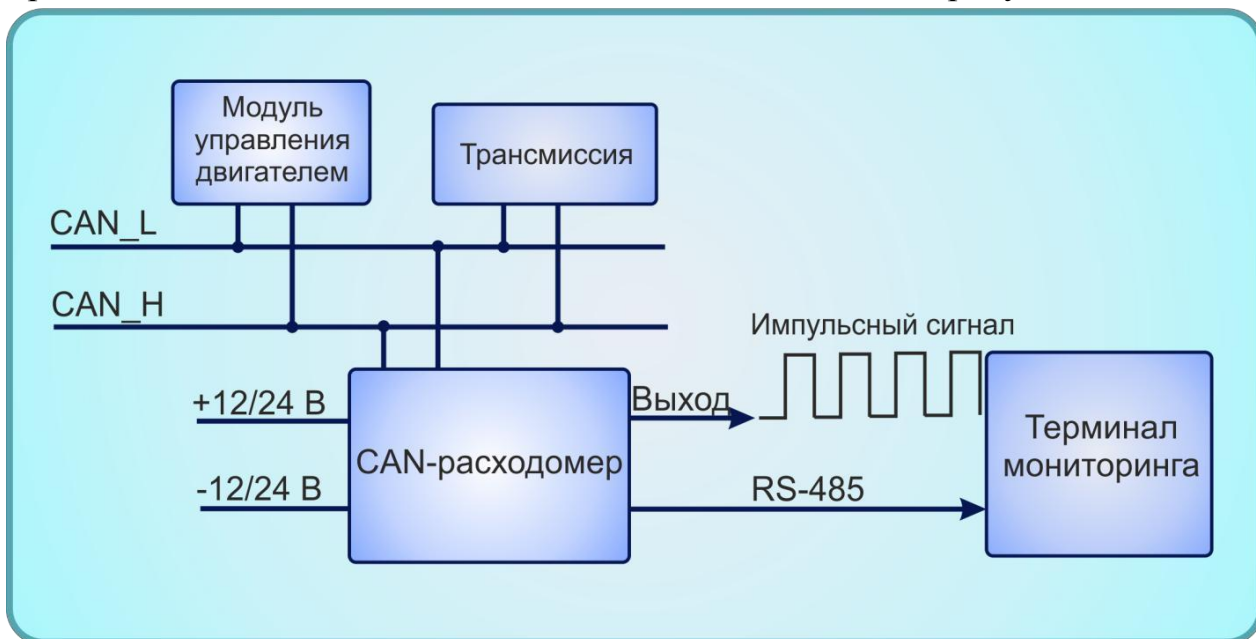
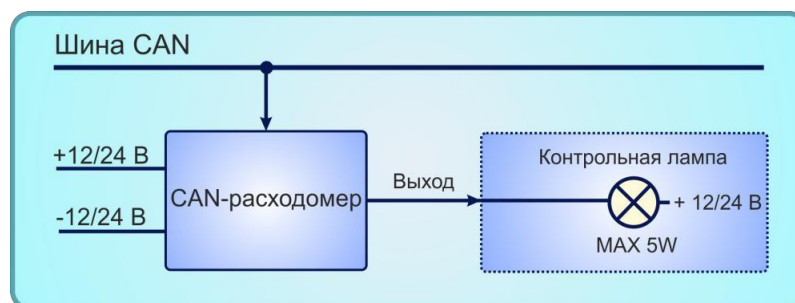

Рисунок 3 – Схема подключения CAN-расходомера
Рисунок 14 – Схема пробника
2) Нет импульсов на импульсном выходе	<p>1. Убедитесь, что запущен двигатель транспортного средства.</p> <p>2. Проверьте, в каком состоянии находится сервисный светодиод:</p> <ul style="list-style-type: none"> • Не горит – проверьте наличие напряжения питания, и что оно находится в диапазоне от +10 до +30 В. При подаче правильного напряжения питания должен загореться сервисный светодиод. Обратиться к производителю оборудования. • Горит постоянно – убедитесь, что CAN-расходомер подключен в соответствии со схемой приведенной на рис. 3. Если подключение верно сервисный диод должен моргать с частотой несколько раз в секунду. Убедиться что выбрана правильная CAN-шина (на автомобиле их может быть несколько) и на ней присутствуют требуемые пакеты данных (необходимо обратиться к соответствующим специалистам). Обратиться к производителю оборудования. • Моргает с частотой несколько раз в секунду. Измерьте напряжение на не подключенном импульсном выходе (фиолетовый провод). Если оно постоянно равно напряжению бортовой сети или 0 В обратитесь к производителю. Если оно равно \approx _____ заглушите двигатель, измерьте напряжение еще раз, если оно равно \approx напряжению бортовой связи, то проверьте ваше оконечное оборудование. Если оно периодически прыгает соберите пробник согласно рис. 14 и подключите к импульсному выходу, если контрольная лампа моргает – проверьте ваше оконечное оборудование. Обратиться к производителю.